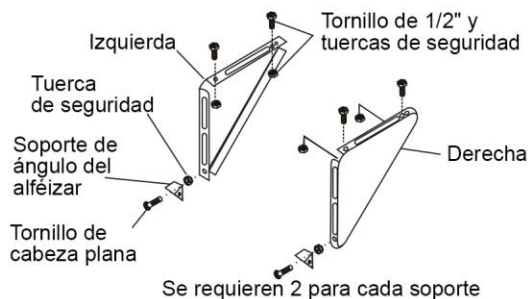

Fig. 15B
2. Ensamble el soporte de ángulo del alféizar para sostener los soportes en la posición marcada (Fig. 15B). Apriete a mano, pero permita cambios posteriores.